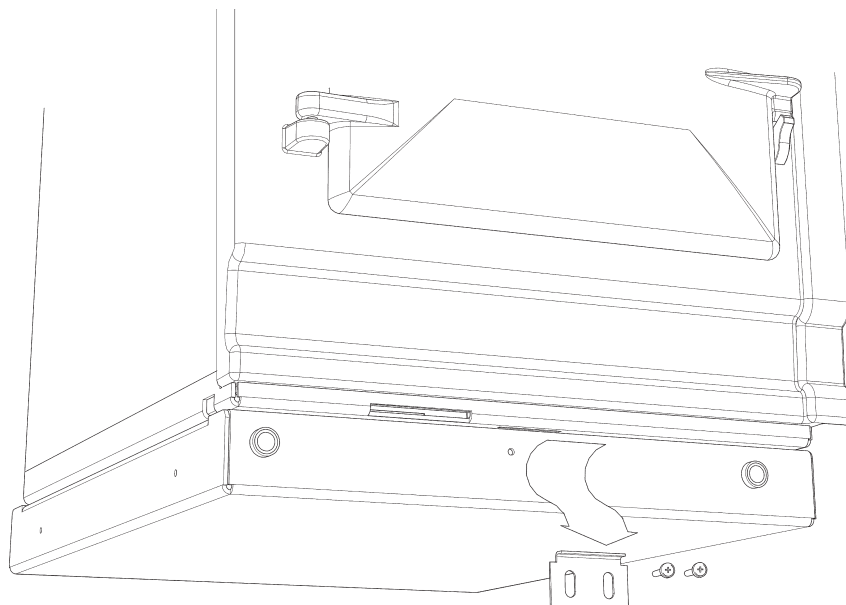

Fig. 14
- 1 Détachez l'armoire chauffante du socle en retirant deux vis et la languette du socle (voir fig. 14).